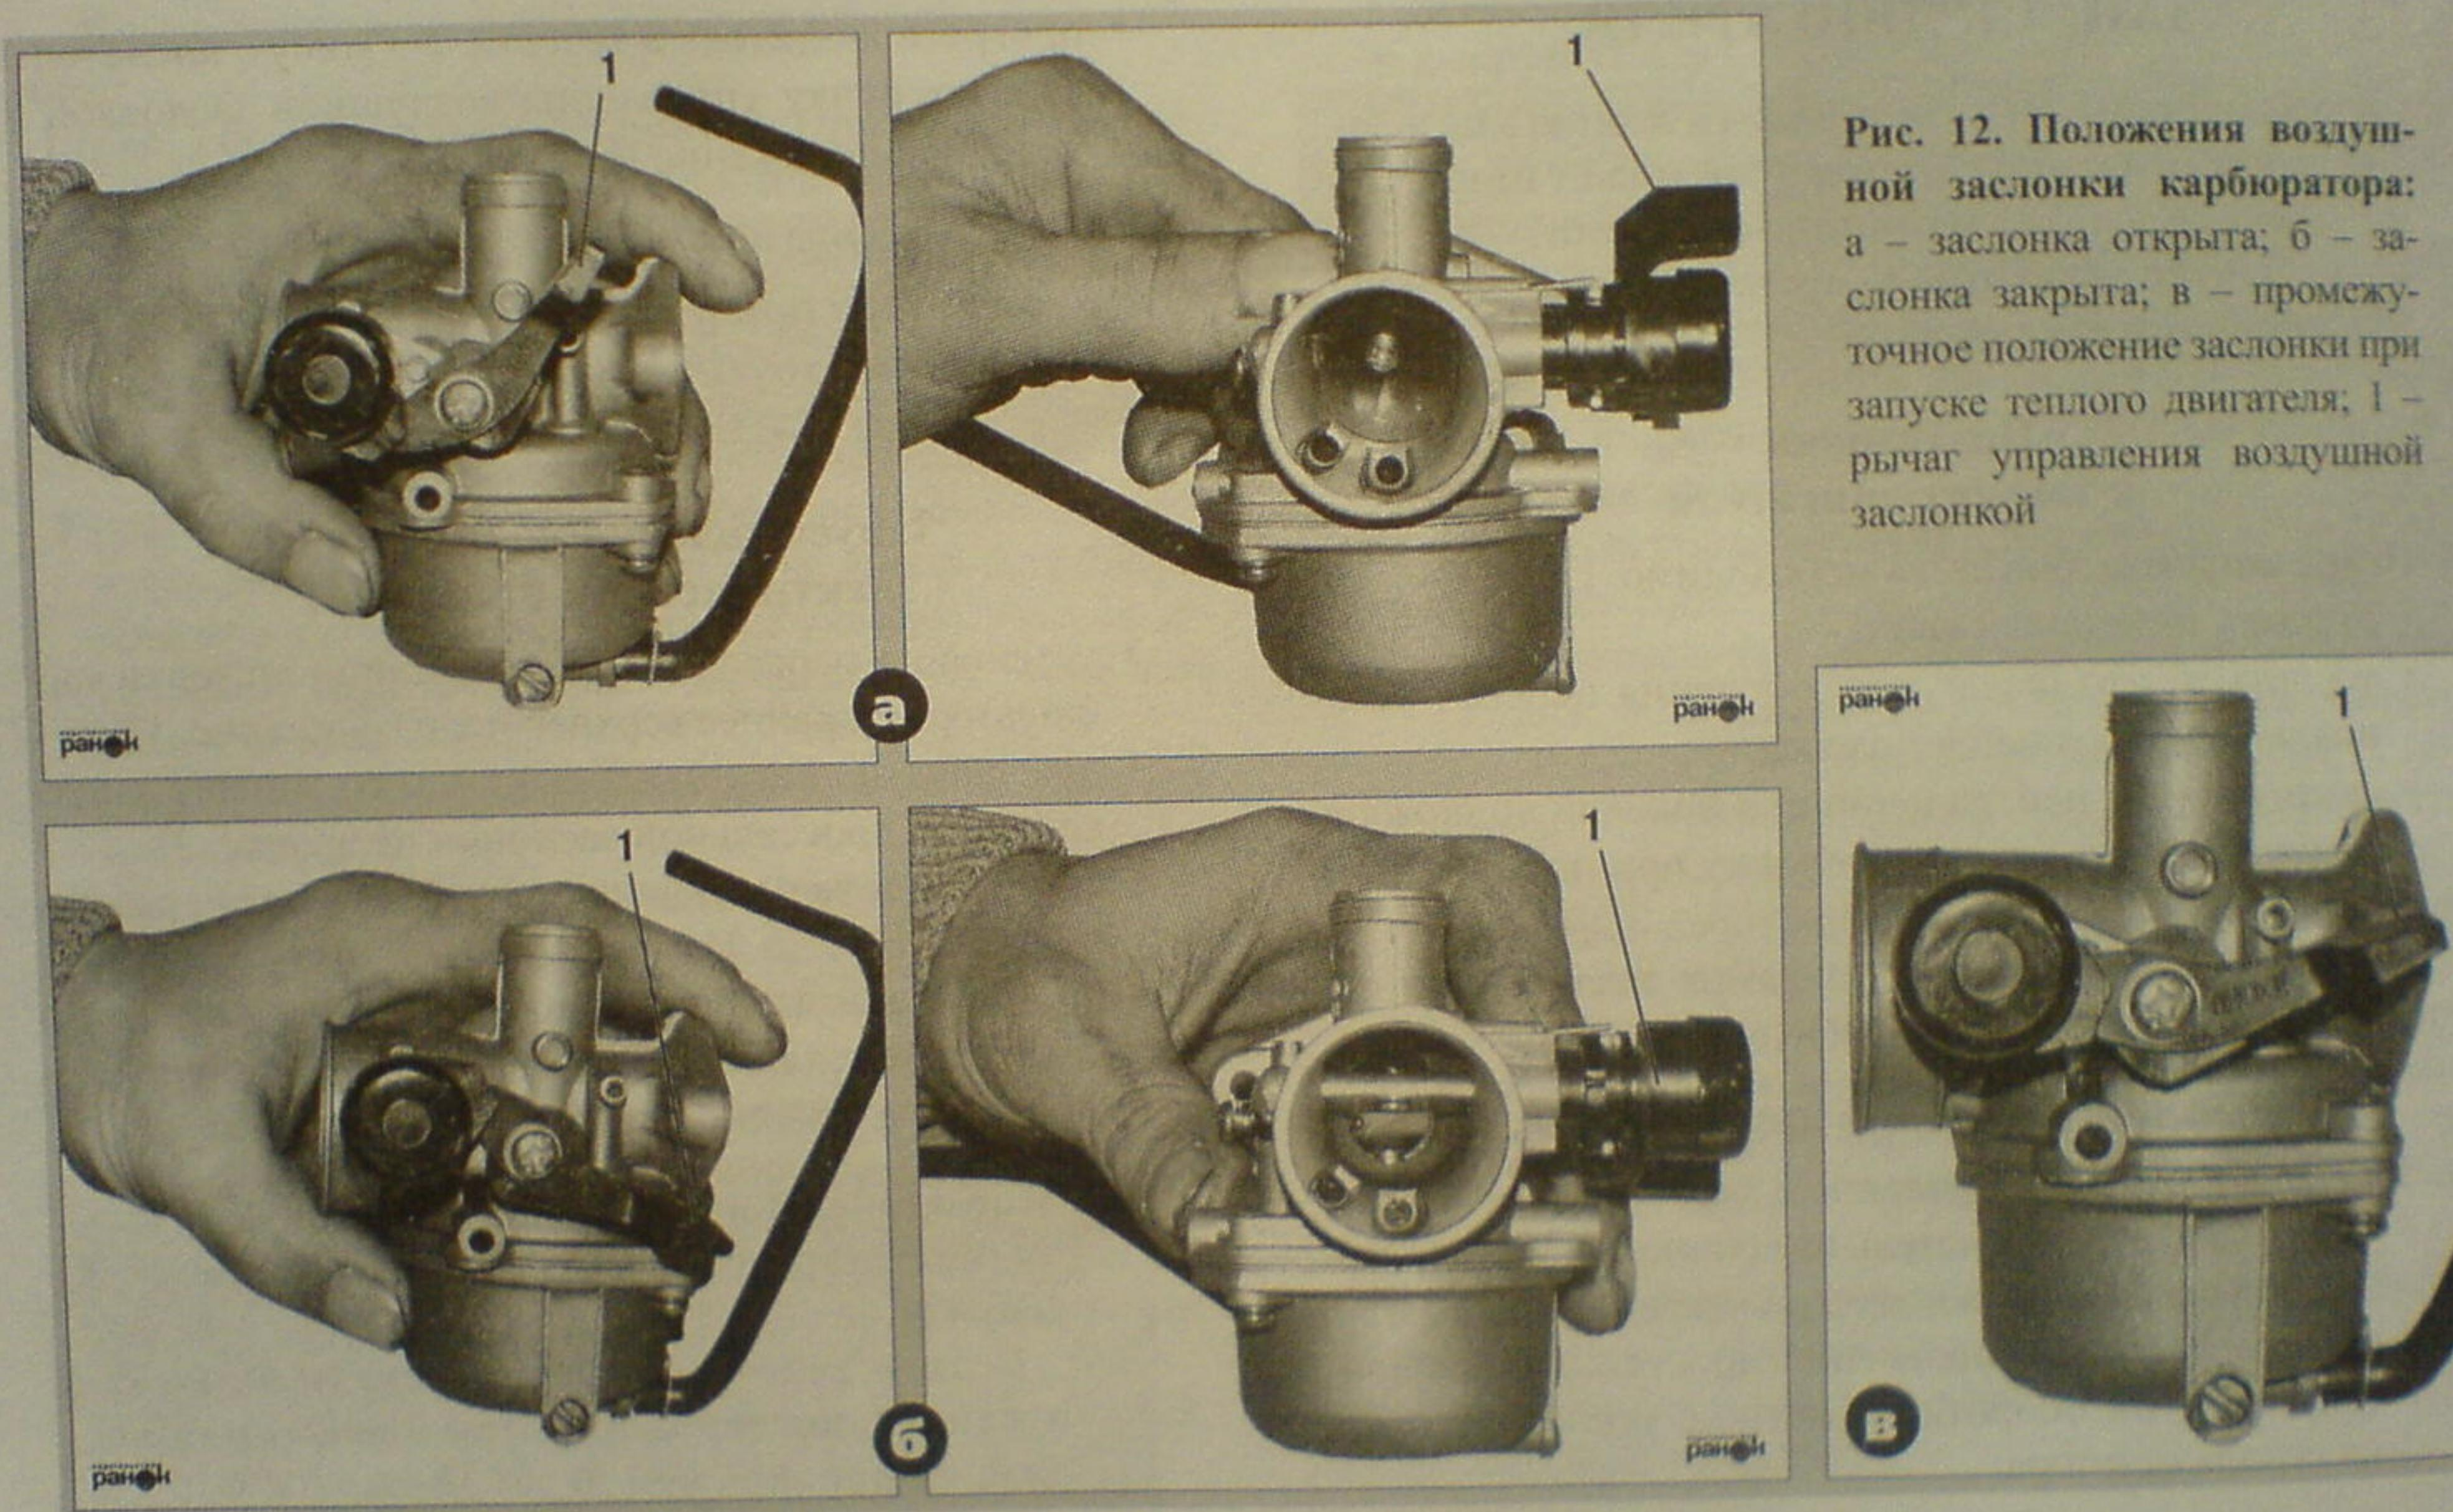

Рис. 12. Положения воздушной заслонки карбюратора:
- установить переключатель воздушной заслонки карбюратора в крайнее верхнее положение (рис. 12,а);
- прогреть двигатель в течение 2-3 минут, после чего вернуть ручку управления воздушной заслонкой в исходное положение (рис. 12,б).
- прогреть двигатель в течение 2-3 минут, после чего вернуть переключатель воздушной заслонки карбюратора в исходное положение (рис. 12,б).
При запуске теплого двигателя переключатель воздушной заслонки карбюратора должен находиться в среднем положении (рис. 12,в).
- установить переключатель воздушной заслонки карбюратора в крайнее нижнее положение (рис. 12,б);